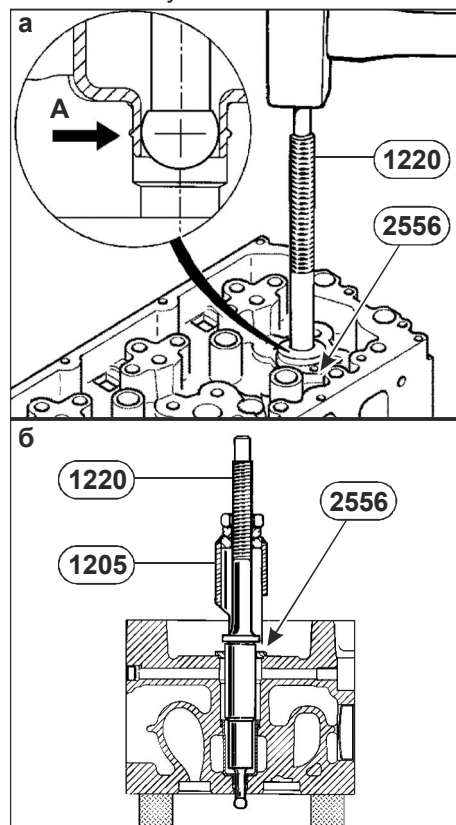

Рис. 59. Установка стакана форсунки.
5. Развальцевать в "А" (см. **Рис. 59а**), используя приспособление **1220**.
6. Снять приспособление **1220**, используя приспособление **1205** (см. **Рис. 59б**).